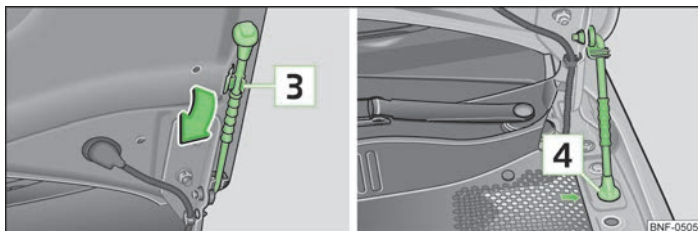

Fig. 98 Asigurarea capotei motorului
- Extrageți tija de susținere din suportul , în sensul săgeții » fig. 98 și asigurați capota deschisă, prin introducerea capătului tijei de susținere în orificiul .